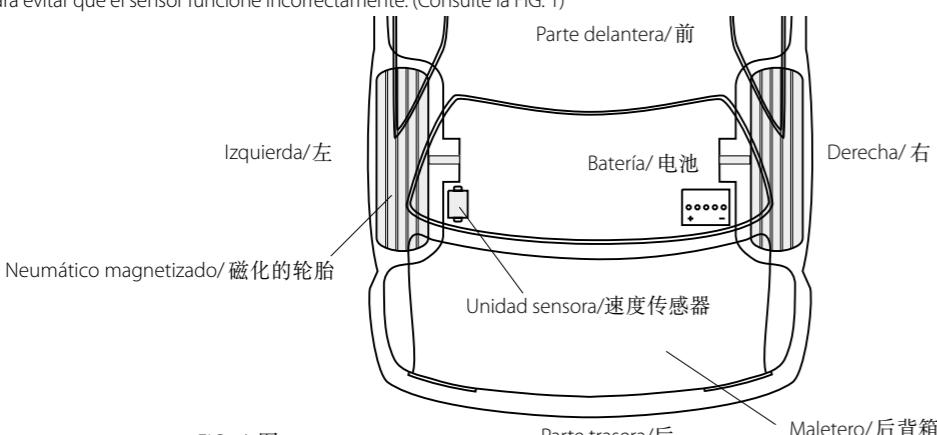

FIG.1/ 图 1
- No seleccione un neumático que se encuentre cerca de una batería o cable de batería para evitar que el sensor funcione incorrectamente. (Consulte la FIG. 1)